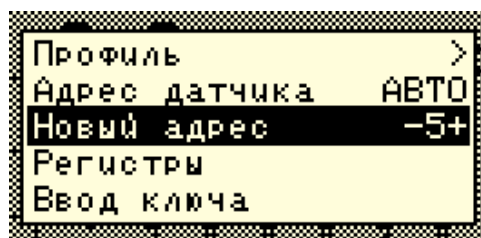

РИСУНОК 36
10. Кнопками  «Вверх» и  «Вниз» выбрать пункт «Адрес датчика» и кнопками  «Плюс» и  «Минус» задать текущий программный адрес подключенного датчика (см. «Рисунок 36») или выбрать «АВТО», если адрес неизвестен.
11. Кнопками  «Вверх» и  «Вниз» выбрать пункт «Новый адрес» и кнопками  «Плюс» и  «Минус» задать новый программный адрес (см. «Рисунок 36»). После этого нажать кнопку  «Меню». В результате удачного переименования на экран будет выведено сообщение - «Выполнено».